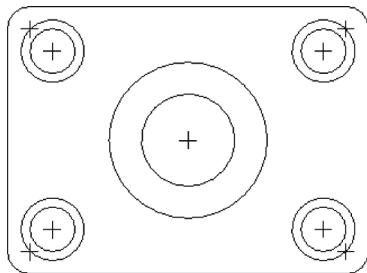

图 3-30 复制草图
STEP 04 单击“完成”按钮, 即可复制草图, 效果如图 3-30 所示。